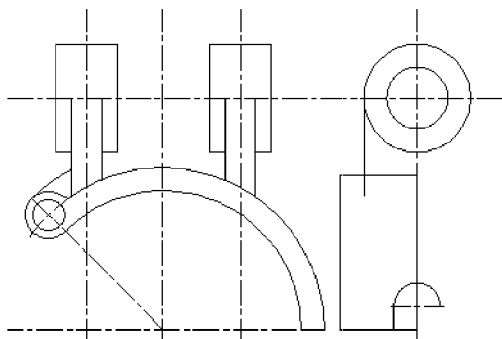
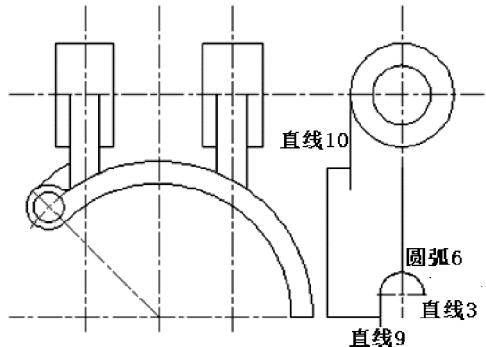

图 5-31 绘制矩形
图 5-32 修剪轮廓线
(11) 绘制矩形
单击【绘图】工具栏 | 【矩形】按钮 , 第一个角点选择直线 1 所在的水平导航线与构造直线 7 的交点, 接着命令行提示: “指定另一个角点或 [面积 (A)/尺寸 (D)/旋转 (R)]:”, 执行 D 命令, 指定矩形长度为 50, 宽度为 100, 指定另一角点: 随便单击第一个角点的左上角中的一点。结果如图 5-31 所示。
(12) 分解矩形及轮廓剪切
① 单击【修改】工具栏 | 【分解】按钮 , 选择对象为矩形, 回车, 完成矩形分解。
② 单击【修改】工具栏 | 【修剪】按钮 , 以直线 3、直线 9、直线 10 及圆弧 6 作为剪切边, 对矩形分解所得直线进行修剪, 结果如图 5-32 所示。